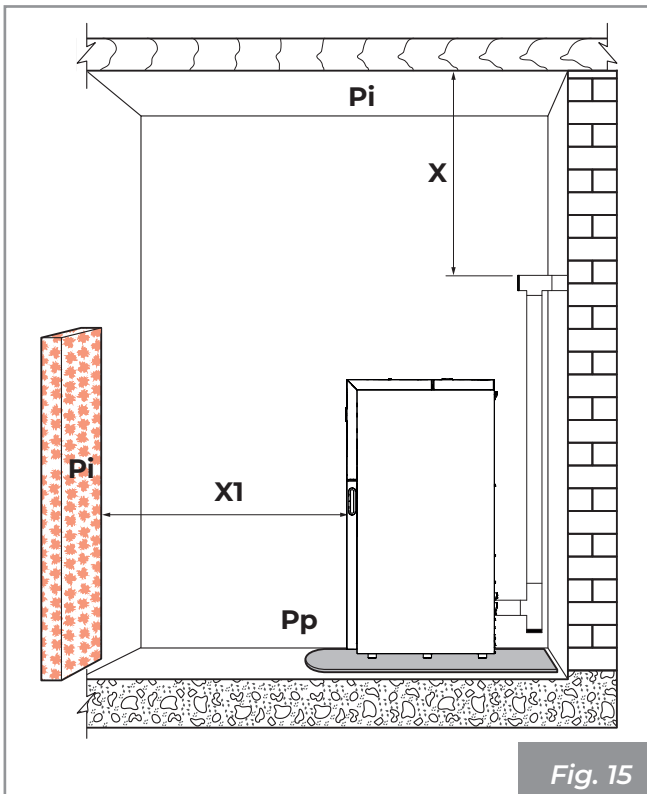

Fig. 15
Se recuerda mantener la distancia adecuada (X) de los materiales inflamables, tal como se indica en la placa de identificación de los tubos utilizados para realizar la chimenea (Fig. 15).